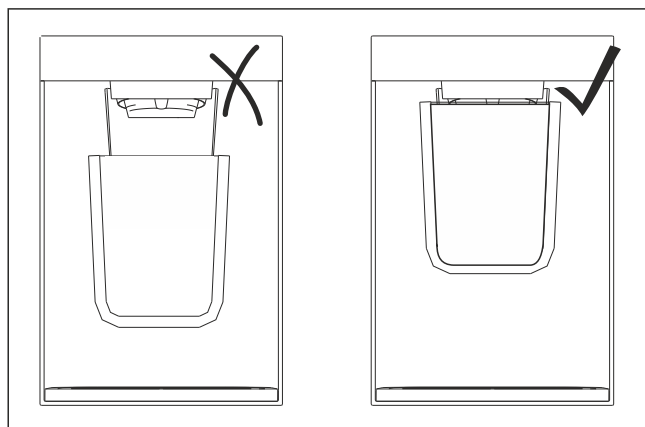

Fig. 101 Représentation à titre d'exemple
- ▶ Tenir le récipient aussi près que possible de l'ouverture de distribution. (voir Fig. 101)